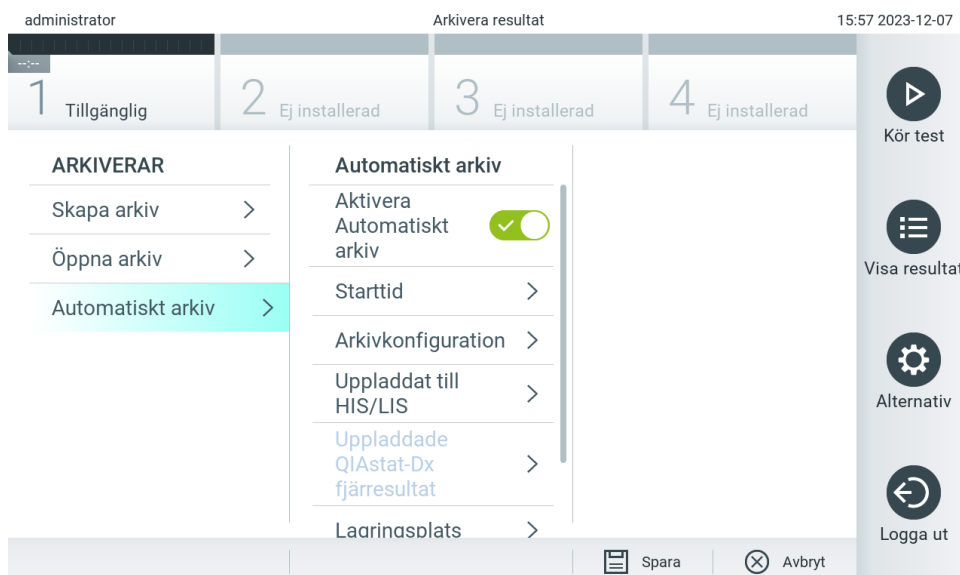

Bild 84. Alternativ för automatiskt arkiv.
2. Tryck på **Automatic Archive** (Automatiskt arkiv) och aktivera funktionen (bild 84).